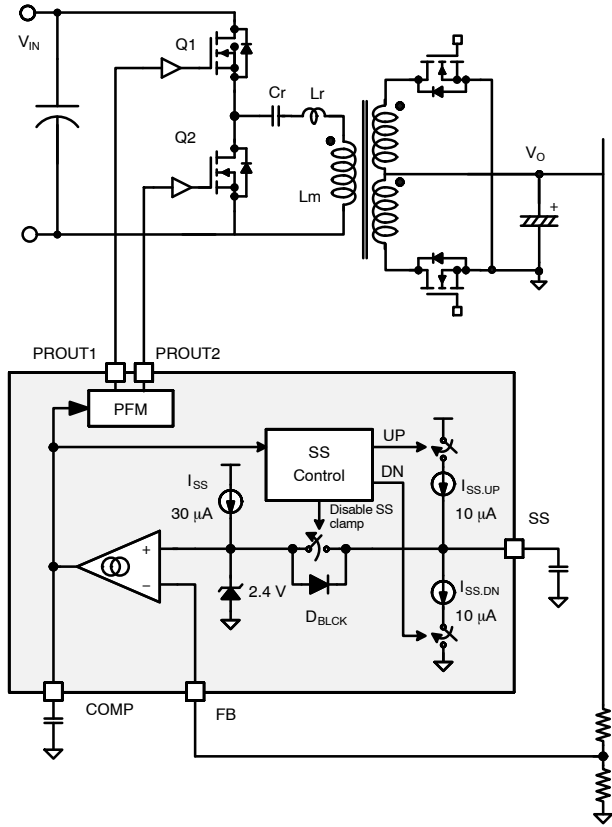

图 68. 闭环软启动的原理图
图 68 显示了反馈控制和闭环软启动的简化电路框图。在正常的稳态运行中, 软启动 (SS) 引脚将连接到箝位在 2.4 V 的误差放大器同相输入端。反馈环路在检测到的输出电压与 SS 引脚电压相同时运行。在启动期间, 内部电流源极 ( $I_{SS-T}$ ) 会对 SS 电容器进行充电, SS 引脚电压将逐渐增加。由于处于闭环 SS 控制, 因此输出电压也会单调增加。